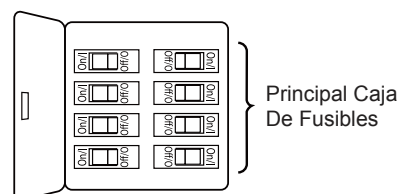

Figura 1
Uso de perfil bajo (Figura 1)
1. Antes de realizar el ensamblaje, separe y guarde las bolsas de accesorios en el empaque. Afloje el tornillo de fijación de la semiesfera para lograr que ésta pueda desplazarse libremente por el barral. Retire el pasador del barral y luego extraiga la semiesfera. Conserve el pasador y la semiesfera para su reinstalación en el Paso 6. (Figura 1)
Para evitar una posible descarga eléctrica, asegúrese de cortar la alimentación eléctrica de la caja de fusibles principal antes de colgar el ventilador. (Figura 1)
- 1.** Para configurar el código de unidad del receptor. Deslice los interruptores de código a las mismas posiciones que en el transmisor. (Figura 1)
- ☐ 1. Alinee los orificios del capuchón con los orificios del soporte del gancho, teniendo cuidado de no pillar los cables. Instale adecuadamente y fije los dos tornillos de hombro que fue anteriormente guardado. (Figura 1)
1. Retire y deseche los cuatro topes de goma del motor del ensamble del motor quitando los tornillos. (Figura 1)